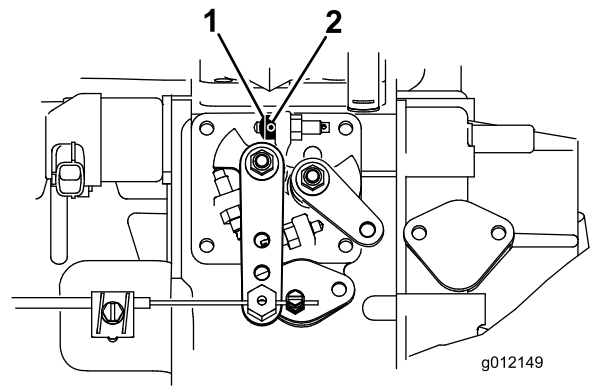

図 7
1. スロットル・ストップについている固定ねじをゆるめる。(図 7)。
2. スロットル・ストップをハイ・アイドル・ねじまで動かす(図 7)。スロットル・ストップの面取りされている端部が外側を向くようにする。